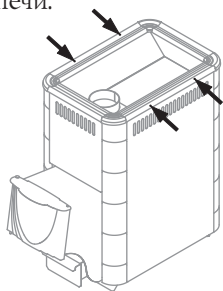

Рисунок 9. Винты для демонтажа
1. Снять рамку кожуха-конвектора, открутив 4 самореза (рисунок 9)